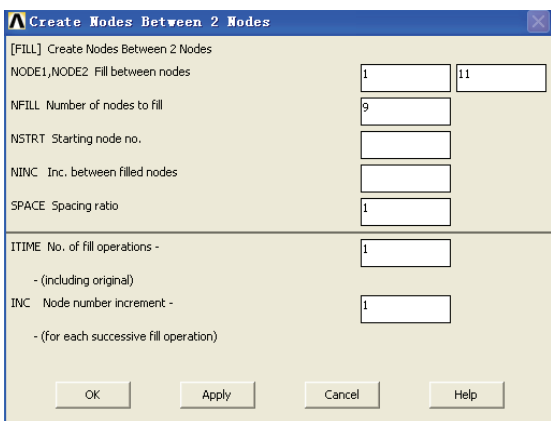

图 5-48 在两节点间生成节点对话框
3) 选择 Main Menu | Preprocessor | Modeling | Create | Nodes | Fill between Nds 命令，出现 Fill between Nds 拾取菜单，在输入栏中输入 1, 11，单击 OK 按钮，出现 Create Nodes Between 2 Nodes 对话框，参考图 5-48 对其进行设置，单击 OK 按钮关闭该对话框。